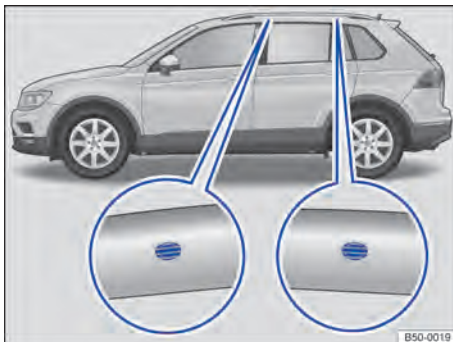

Fig. 224 Veículos com longarina do bagageiro do teto: pontos de fixação para o bagageiro do teto.
Os furos para fixação encontram-se no lado interno da longarina do bagageiro do teto → Fig. 224 (lupas).
- Fixar as barras de suporte somente nas marcações indicadas na figura → Fig. 224.